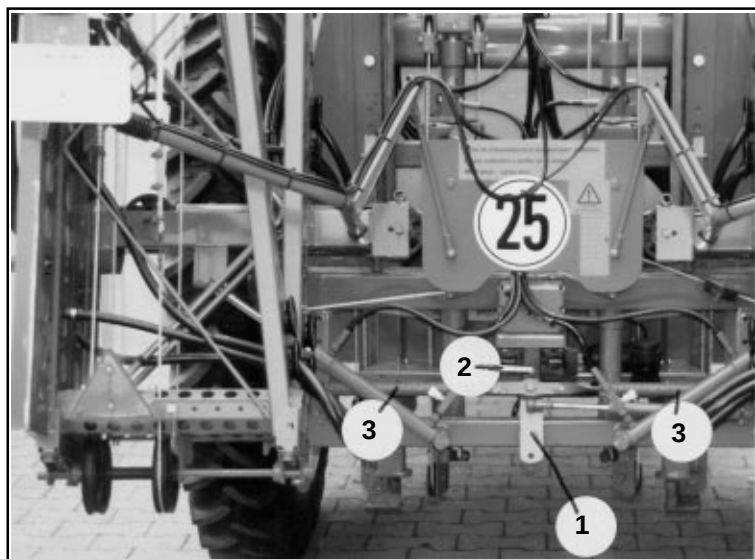

Fig. 10.16
Hvis dette ikke er tilfældet, skal bommen indstilles ved hjælp af svingarmen (Fig. 10.16/ 1) efter at hældningsindstillingen er **frigjort** :
- Den selvslående møtrik til stålbolten (Fig. 10.16/ 2) løsnes.
- Svingarmen forskubbes, indtil bommen indtager den parallelle stilling i forhold til jorden. Trækfjedrene (Fig. 10.16/ 3) overtager derefter indstillingen af bommen.
- Møtrik (Fig. 10.16/ 2) spændes.